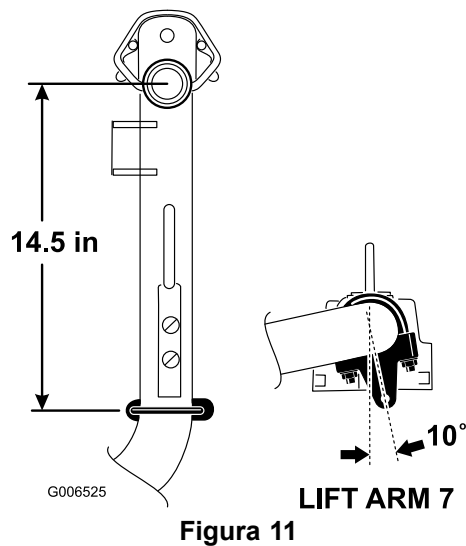

Figura 11
- Sui bracci di sollevamento n° 6 e n° 7, posizionate le staffe e i bulloni a U a una distanza di 37 cm dietro la linea centrale dello snodo di articolazione (Figura 11). Ruotate le staffe di 10 gradi verso il lato fuoribordo della macchina.